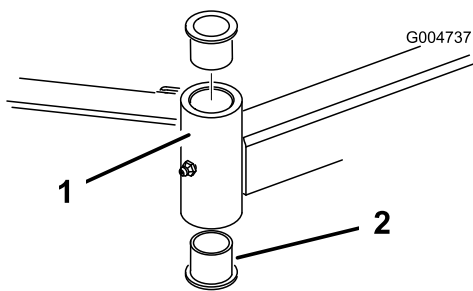

Figure 20
4. Insérez un chasse-goupille dans le haut ou le bas du tube de montage et chassez la bague hors du tube (Figure 20). Chassez ensuite l'autre bague. Nettoyez l'intérieur des tubes de montage.